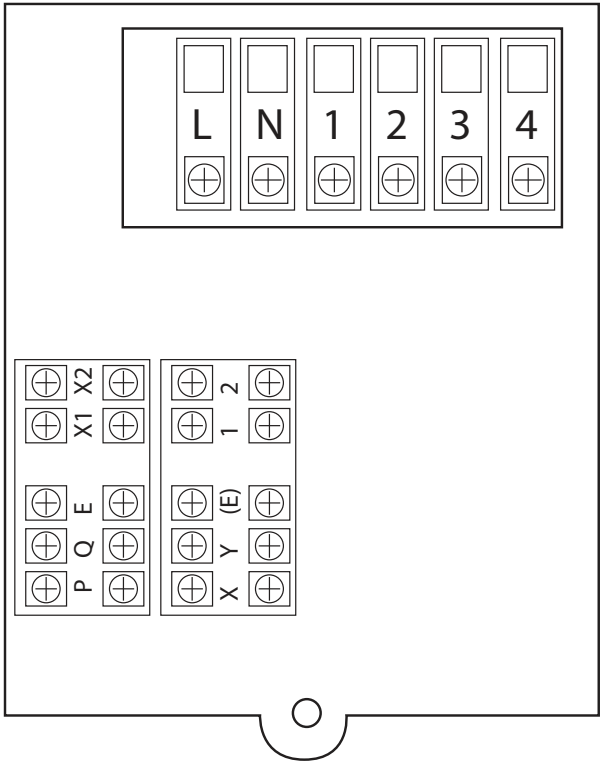

fig. 15
- Realice las conexiones de alimentación utilizando los bornes dedicados como se indica en la fig. “fig. 15”)